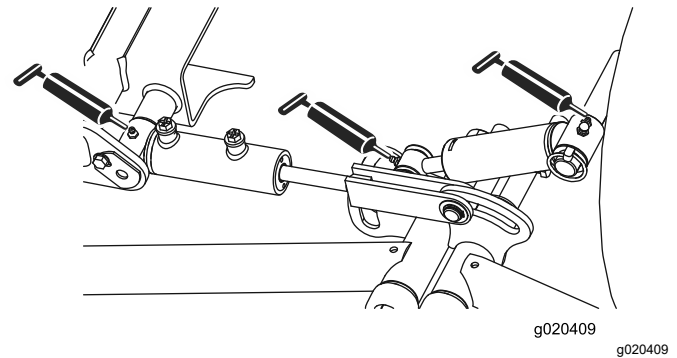

Figura 42
- Perna del braccio di sollevamento anteriore e cilindri di sollevamento (3 cad.); fate riferimento alla Figura 42.